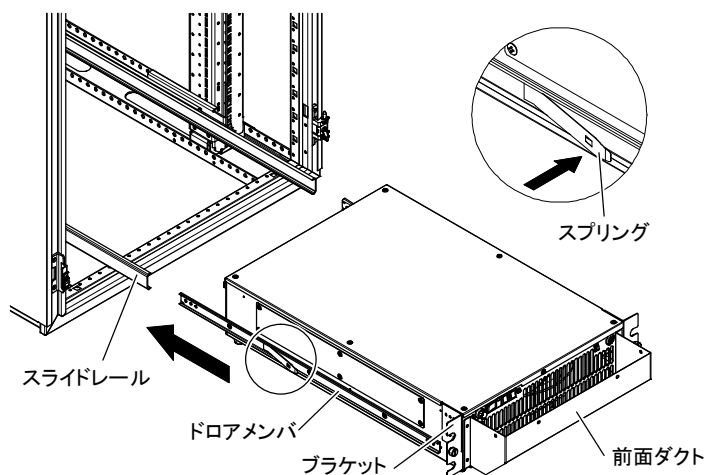

図6 本体取付
- ④本体のドロアメンバをスライドレールに左右同時に挿入してください。途中でロックが掛かりますので、ドロアメンバのスプリングを左右同時に押しながら挿入してください。(図6)